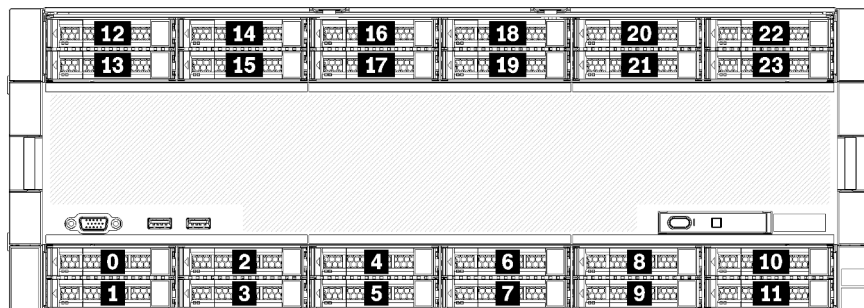

Abbildung 11. Position der Laufwerke
- Die oberen zwei Laufwerke unterstützen Laufwerke mit SAS-, SATA- oder NVMe-Schnittstelle (Lenovo AnyBay). Der Server unterstützt je nach Serverkonfiguration bis zu 12 NVMe-Laufwerke. Die NVMe-fähigen Laufwerkpositionen sind die geradzahlgigen Positionen, wie dargestellt in Abbildung 11 „Position der Laufwerke“ auf Seite 24.